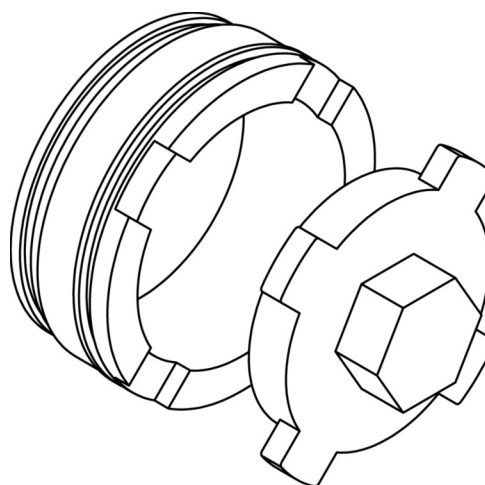

Figura 6: Ferramenta de Desmontagem e Montagem do Retentor da Sede
- Solte o retentor, girando-o no sentido anti-horário e remova-o do corpo (pode ser adquirida uma chave especial para este fim, vide Figura 6). Remova os anéis-sedes metálicos e, se aplicável, remova também o anel-sede macio.